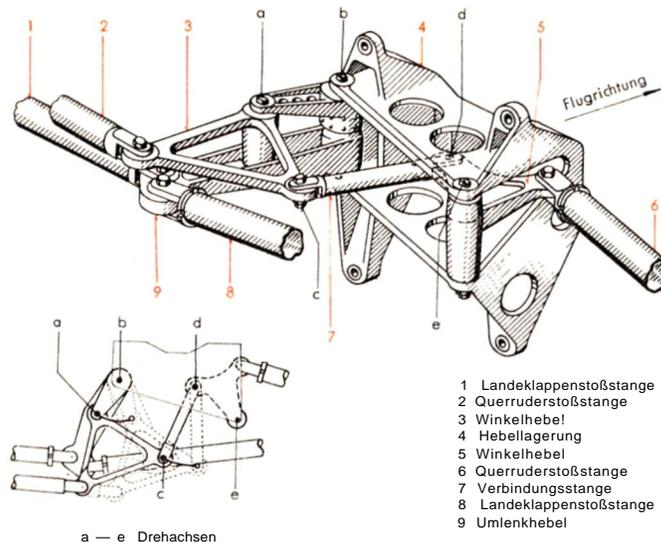

Abb. 26 Übersetzungsteil
Die Landklappenbetätigung (Abb. 23), die an der Rückwand des Rumpfspantes 12 sitzt, besteht aus der Einziehstrebe (3) mit hydraulischer Verblockung (2), dem gesteuerten Überdruckventil (8) und einer Hebelanordnung. An ihr greifen links und rechts die nach dem Flügel führenden Stoßstangen (1 und 5) an, die über die Übersetzungsteile (Abb. 26) die Landklappen und Querruder anstellen.
Der Übersetzungsteil (Abb. 26), der in jedem Flügel zwischen Wurzelspannt und Querverband I am Träger II sitzt, dient als Kupplung zwischen Landeklappe und Querruder. Durch ihn wird erreicht, daß beim Ausfahren die Querruder eine geringere Anstellung als die Landeklappen erhalten und gleichzeitig um die neue Anstellachse weiter betätigt werden können.